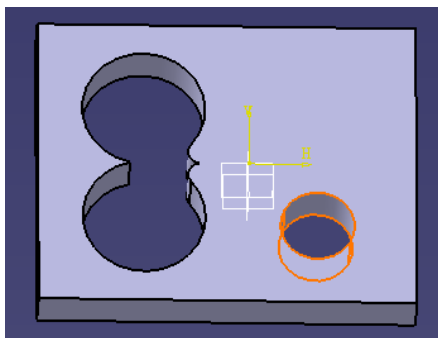

图 3-39
(2) 设坐标、直径和深度后，点击 OK 键（见图 3-39）。